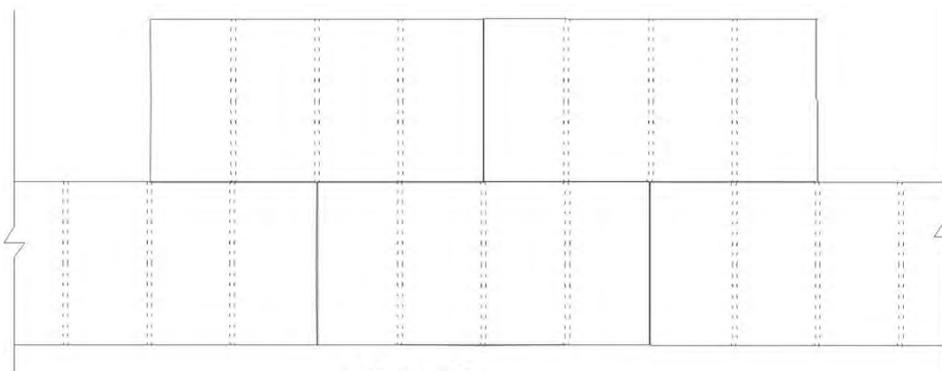

Figure 6
- 8.3.5. Installer les panneaux isolants en joint perdu (joints verticaux étagés tel que démontré à la figure 6. Veuillez noter que l'alignement des rainures verticales n'est pas requis.